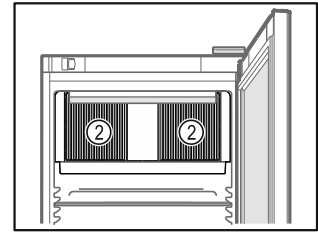

Fig. 49
- Дръжте вентилационните отвори Fig. 49 (2) на циркуляционния вентилатор във вътрешността свободни.